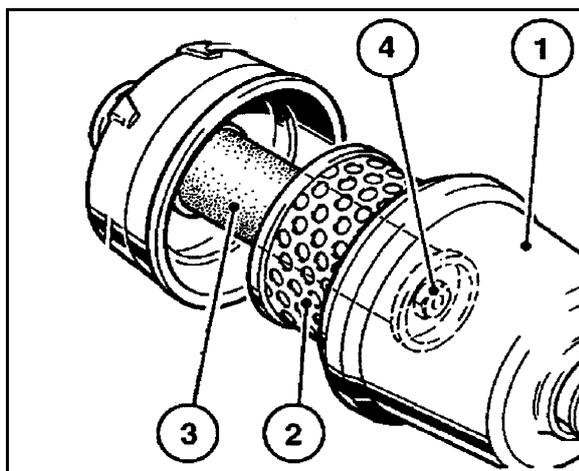

Fig. 146
1. Flügelmutter der Filterhaube (Fig. 146/1) lösen.
2. Filterhaube abnehmen und Filteraußenelement (Fig. 146/2) herausziehen.
6. jährlich, Filterinnenelement (Fig. 146/3) erneuern (niemals reinigen).
- o Sechskantmutter (Fig. 146/4) lösen und Filterinnenelement herausziehen.